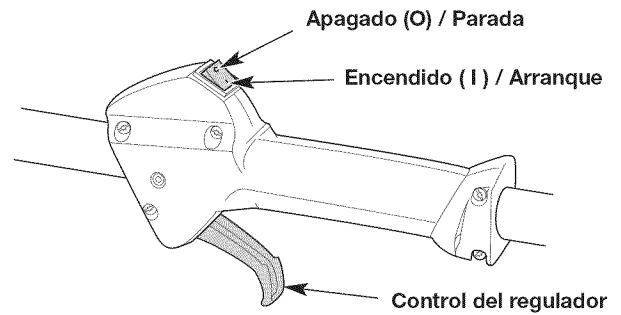

Fig. 8
NOTA: No hay necesidad de encender la unidad. El interruptor de Encendido/Apagado debe estar en la posición ENCENDIDO (I) en todo momento (Fig. 8).
5. **NO** apriete el control del regulador (Fig. 8). Tire de la cuerda con movimiento controlado y firme hasta que la unidad arranque (Fig. 10).
2. Oprima y no suelte el interruptor de control de Encendido y Apagado en la posición APAGADO (O) hasta que el motor se detenga por completo (Fig. 8).
6. **NO** apriete el control del regulador (Fig. 8). Eche a andar el accesorio Speed Start™ por intervalos no mayores de 2 segundos cada vez hasta que la unidad arranque.